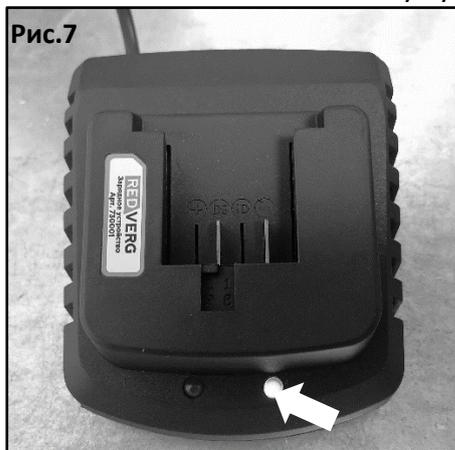

Рис.7
- Подключите зарядное устройство к надлежащему источнику питания пер. тока. Загорится немигающий **ЗЕЛЕНЬЙ** индикатор, указывающий, что зарядное устройство подключено к надлежащему источнику питания (Рис.7).